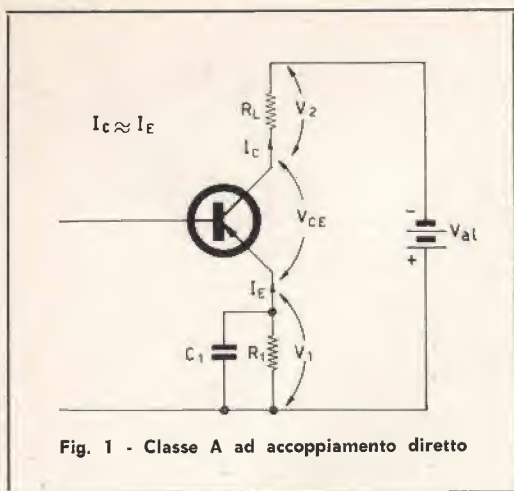

Fig. 1 - Classe A ad accoppiamento diretto
Il circuito elettrico di uno stadio d'uscita in classe A ad accoppiamento diretto è riportato in fig. 1. La potenza d'uscita P_u è utilizzata dal carico R_L supposto puramente resistivo.
Detto ciò, noto il circuito di fig. 1, restano da tracciare le rette di carico dello stadio in questione e determinare su di esse il punto di lavoro optimum. Diciamo rette e non retta, poiché ne esistono realmente due che coincidono solo in casi particolari che vedremo.
La pendenza di una retta di carico è determinata dal valore resistivo del carico e osservando la fig. 1 si vede subito che per quanto compete la componente continua il carico è rappresentato da R_L con in serie R_C , mentre per la componente alternata è solo R_L ad agire, in quanto R_C l'abbiamo supposta cortocircuitata da C_1 . Risultano così le due rette di carico seguenti:
e osservando lo schema in fig. 1 si vede subito che (ricordando la (1)): $V_{ce} = R_L I_c$:
cioè il massimo rendimento teorico di uno stadio amplificatore in classe A concepito come in fig. 1 è 25%.
Quest'area libera corrisponde alla potenza dissipata nei resistori R_1 e R_L per effetto della componente continua. Se poniamo nel circuito di fig. 1 $R_1=0$, allora si verifica la condizione di massimo rendimento e le rette di carico c.a. e c.c. coincidono. Purtroppo questo non è quasi mai effettuabile in quanto a R_1 spetta l'importante compito di stabilizzare termicamente il circuito ed esiste un valore minimo scendendo sotto il quale il transistor viene distrutto per deriva termica.